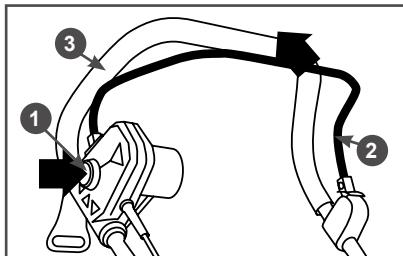

Рис. 10 Включение газонокосилки
- Нажмите и удерживайте кнопку 1 блокировки (Рис. 10).
- Прижмите скобу 2 выключателя (Рис. 10) к рабочей рукоятке 3.
Чтобы выключить газонокосилку отпустите скобу 2 выключателя (Рис. 10).